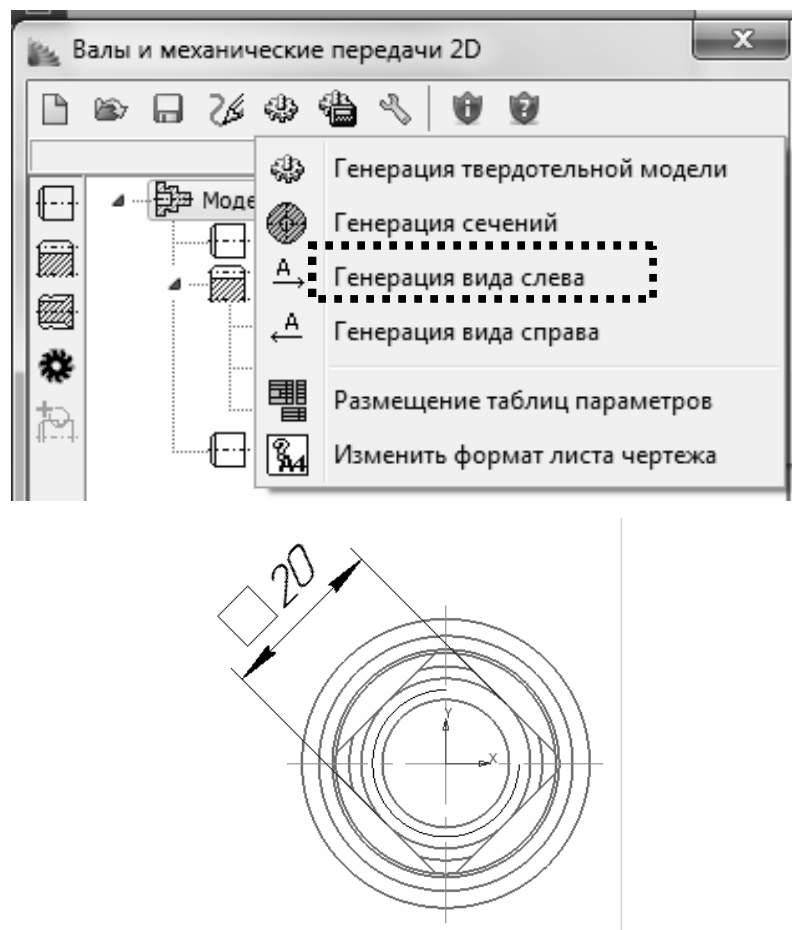

Рис. 15.21. Выбор параметров и результат построения вида слева вала
6.5 Так как на валу имеется такой конструктивный элемент как квадратная лыска, то для ее обозначения необходимо построить дополнительный вид вала – вид слева. Для этого используется команда «Генерация вида слева». Результат построения представлен на рис. 15.21.